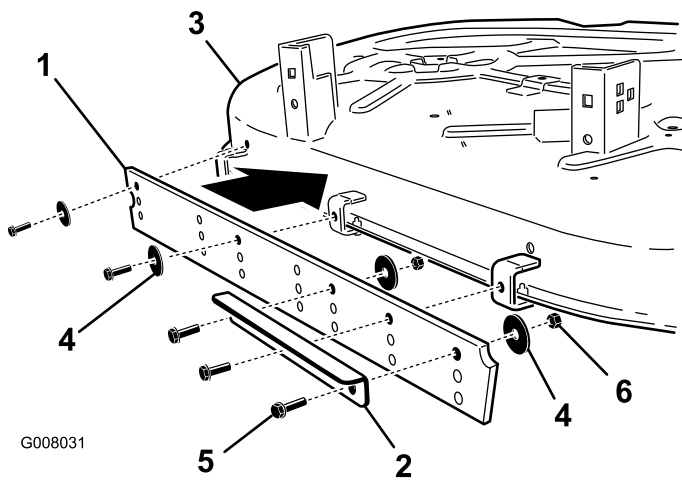

Figura 4
5. Instale la chapa estabilizadora en la rasqueta en el punto indicado en (Figura 4) usando 2 pernos (1/4 x 3/4 pulgada), 2 arandelas y 2 contratuercas (1/4 pulgada).